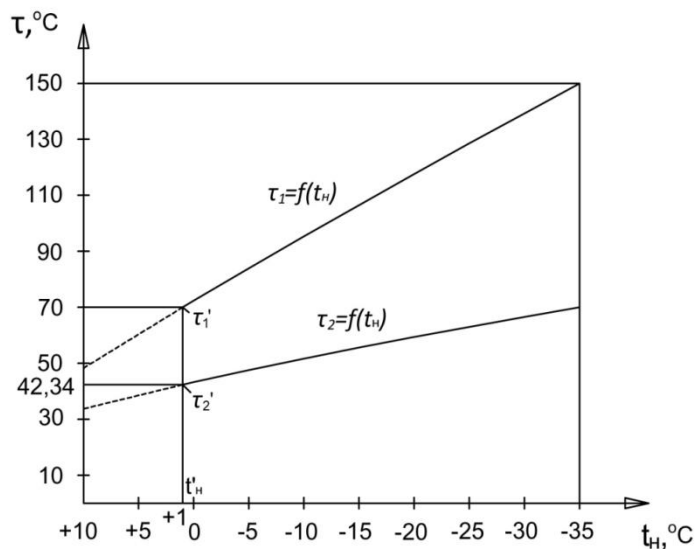

Рис. 3. График температур воды в подающей и обратной магистралях при центральном качественном регулировании по отопительной нагрузке
5. По полученным данным строим отопительный график температур воды в тепловой сети (рис. 3):